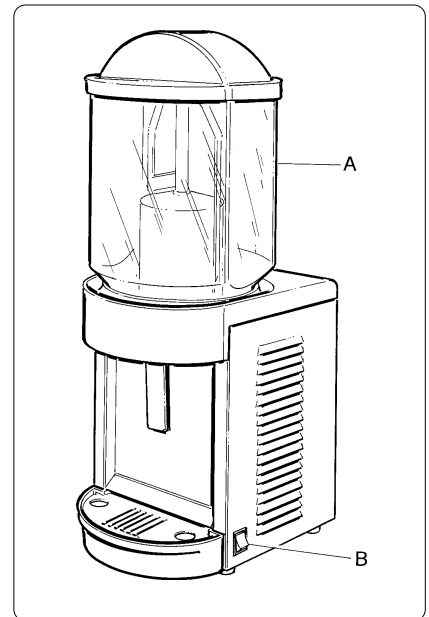

Fig. 1
- Introduire le produit dans le réservoir (A) et mettre la machine en marche en actionnant l'interrupteur (B) - fig. 1.